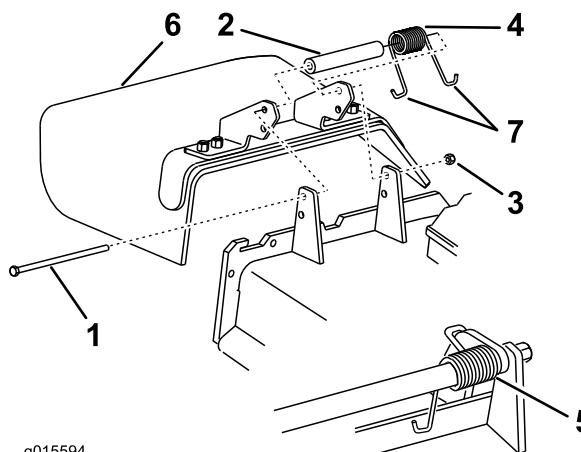

Figure 108
1. Retirez le contre-écrou, le boulon, le ressort et l'entretoise qui fixent le déflecteur aux supports de pivot (Figure 108).
2. Enlevez le déflecteur s'il est endommagé ou usé (Figure 108).
Remarque: Prenez soin de placer 1 extrémité en J du ressort derrière le bord du tablier avant de mettre le boulon en place, comme montré à la Figure 108.
6. Accrochez l'extrémité en J du ressort au déflecteur d'herbe (Figure 108).